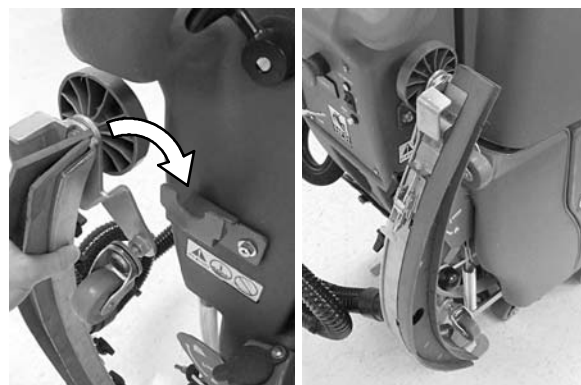

FIG. 23
13. Lorsque vous transportez ou entreposez la machine, retirez le bloc de racloir et suspendez-le sur la bride d'entreposage (Figure 23).